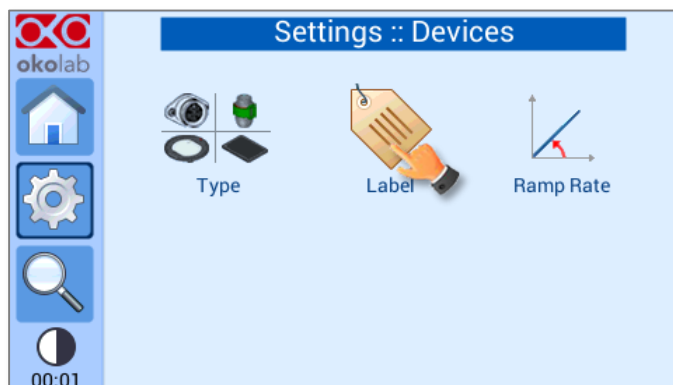

Figure 27. Comment attribuer une étiquette à un dispositif
- 1 Appuyez sur l'icône *Label* (Étiquette)  , voir Figure 27.